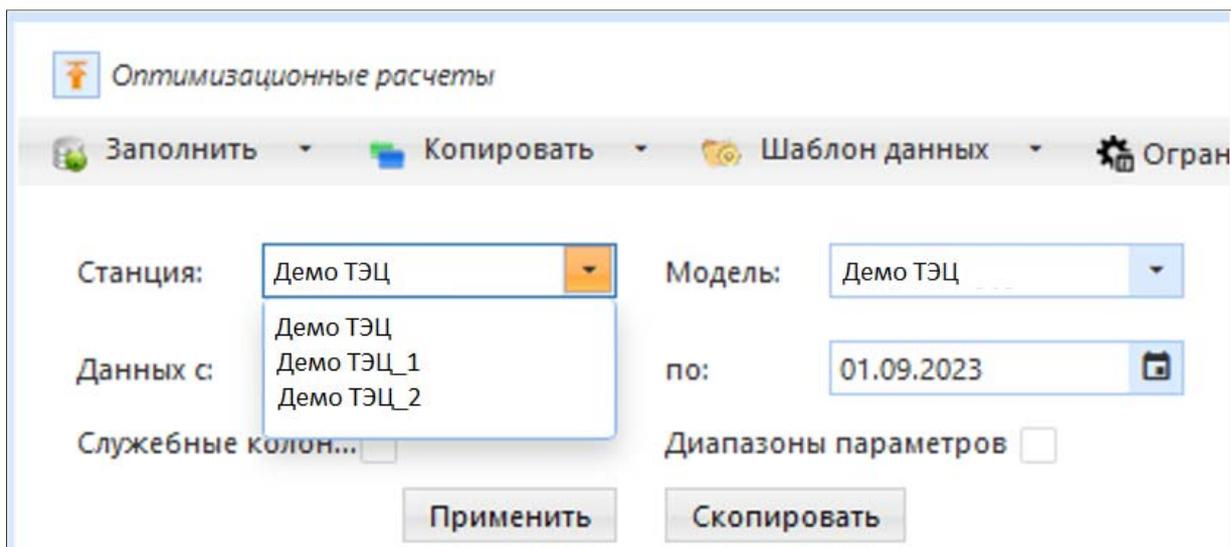

Рисунок 4.4.20 – Выбор станции и модели
- Блок (11) (рис. 4.4.1) предназначено для выбора станции и модели из выпадающего списка для проведения расчетов (рис. 4.4.20).